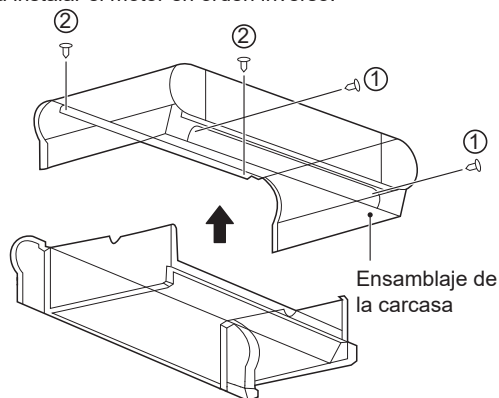

Figura 4-4 Extracción de carcasa
- Como se muestra en la Figura 4-4, retire los tornillos ① * 2 y ② * 2 y luego la carcasa.